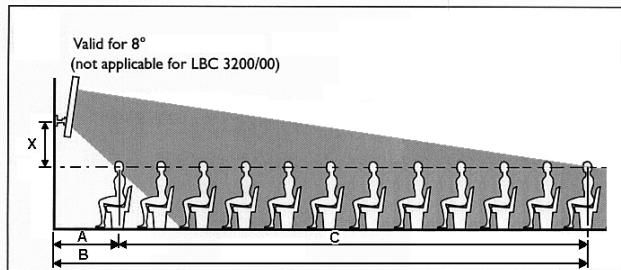

Figura 1: vista lateral del plano de audición e irradiación de la columna
1. Determine las dimensiones del ‘área de escucha’ deseada (plano horizontal al nivel de los oídos del oyente; consulte la línea discontinua de la figura 1).
3. Consulte el diagrama 1 y continúe hacia arriba desde la distancia máxima en el eje horizontal. Desplácese horizontalmente hasta el eje vertical desde la intersección vertical con la línea B diagonal. El valor X (altura del soporte de montaje de la columna por encima del plano de audición, ‘X’ en la figura 1) aparece sobre este eje. Las intersecciones horizontales con otras líneas diagonales proporcionan información acerca de las dimensiones del área de audición. Estos números están relacionados con las figuras 2 y 3 (consulte también el ejemplo que aparece más abajo).